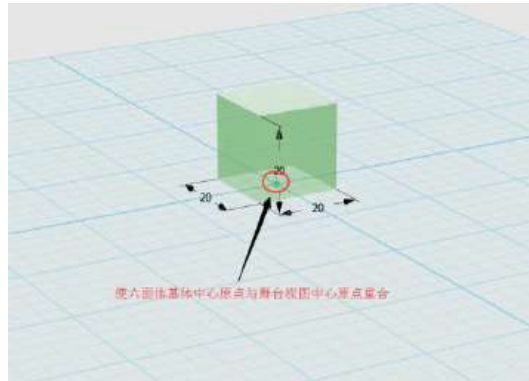

图 2-4
2.对齐中心点: 使六面体基体中心原点与舞台视图中心原点重合。如图 2-4: